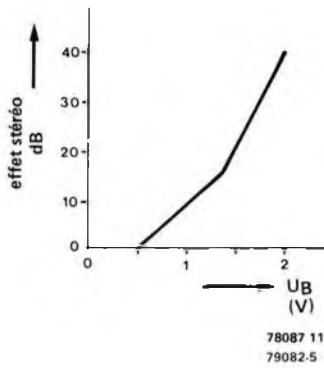

Figure 5. Relation existant entre l'effet stéréo et la tension continue, U_B , au point B (broche 11 du TCA 4500A).
circuit complet du décodeur stéréo. Le signal stéréo MPX est d'abord amplifié par le transistor T1, puis il est envoyé à l'entrée du circuit intégré (1) par l'intermédiaire du condensateur C3. La fréquence libre d'oscillation du VCO dépend des valeurs de R5, R6, P2 et C10. Pour des besoins de test et d'alignement, le signal du VCO à 228 kHz est disponible extérieurement sur la broche 15. A la broche 9 du circuit intégré, on connecte l'interrupteur manuel mono/stéréo; la LED indiquant que l'émission est stéréo est branchée par l'intermédiaire de la résistance R8 à la broche 7. Quand le décodeur est commuté en mode mono, l'oscillateur est mis hors service. Ceci permet d'éliminer toute possibilité d'interférence due à l'oscillateur, lorsque le décodeur est inclus dans un récepteur AM/FM. L'effet stéréo dépend de la valeur de la tension à la broche 11 (point B). La figure 5 illustre la relation existant entre l'effet stéréo et la tension présente en ce point. Cette tension peut varier dans une plage comprise entre 0,5 V et 2 V, en fonction de la position du curseur de potentiomètre P4. Quel est l'avantage de disposer d'un réglage continu de l'effet stéréo? Eh bien c'est qu'il est alors possible d'obtenir un bon compromis entre l'effet stéréo et le rapport signal sur bruit du signal audio. Si un émetteur est faiblement reçu et le signal stéréo parasite, on peut réduire l'effet stéréo jusqu'au moment où l'on obtient une réception déparasitée. Les composants du filtre passe-bas qui fournit la tension continue de commande du VCO, sont branchés entre les broches 13 et 14. Le filtre passe-bas du second détecteur est plus simple car il ne nécessite qu'un seul composant extérieur, le condensateur C6. C8/R12 et C9/R11 constituent les réseaux d'atténuation des signaux des canaux gauche et droit. Les transistors T2 et T3 sont des amplificateurs intermédiaires qui fournissent un gain d'environ 6 dB. Le filtre du signal d'identification, modèle BLR 3107N de chez Toko contient deux réseaux LC identiques mais distincts pour la réjection du signal d'identification à 19 kHz et de la sous-porteuse à 38 kHz. La figure 6 représente la réponse fréquentielle de ce filtre. Ce filtre pré-réglé en usine, ne demande aucun réglage supplémentaire. Enfin chaque canal attaque un suiveur de tension, constitué d'un amplificateur opérationnel JFET (IC2 et IC3).